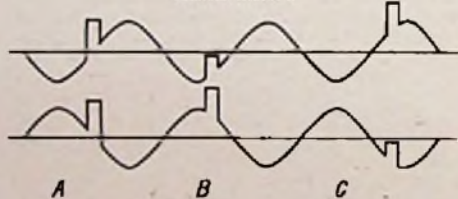

Bild 12. Wirkungsweise der Schaltung nach Bild 11; zwei um 180° phasenverschobene Sinusspannungen werden mit dem Synchronisierimpuls verglichen
Mittels des Übertragers T werden die um 180° verschobenen Sinusspannungen erzeugt, an die Dioden gelegt und der Mitte des Übertragers T der Synchronisierimpuls zugeleitet. Der Punkt A erhält eine negative Vorspannung, die den richtigen Arbeitspunkt für die Phasenschleiberröhre 2 einstellt. Am Punkt B wird die Regelspannung abgenommen. Diese ist gleich Null, wenn der Impuls nach Bild 12 bei A auf der Flankenmitte der Sinusspannung steht. Die gleichgerichteten Teilspannungen der Dioden heben sich dann auf.
Wandern die Synchronisierzeichen in Bild 12 von der Mitte zur linken Seite (B), so entsteht eine positive Regelspannung, während Impulse, die nach rechts wandern, eine negative Regelspannung erzeugen (C). Wenn die Frequenz der Synchronisierzeichen kleiner ist als die des Resonanzkreises, so erscheint eine positive Spannung am Gitter der Phasenschleiberröhre. Sie steuert die Frequenz des Schwingkreises zu kleineren Werten; dadurch werden der Frequenzunterschied und die Regelspannung geringer, bis es zu einem Gleichgewichtszustand kommt. Umgekehrt tritt auch eine Regelung ein, wenn die Oszillatordiode sich verändert.